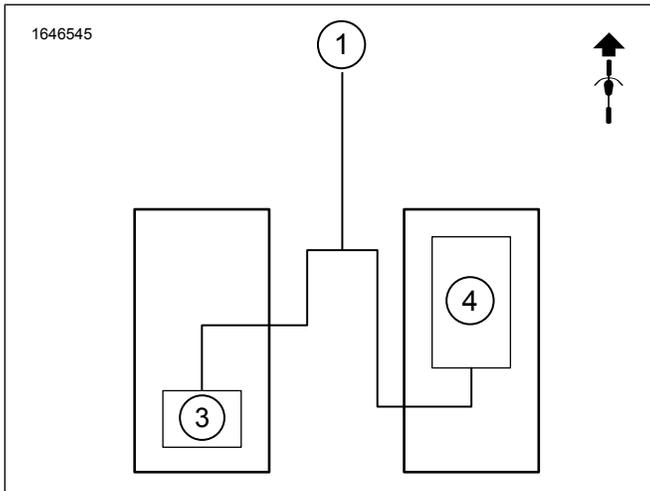
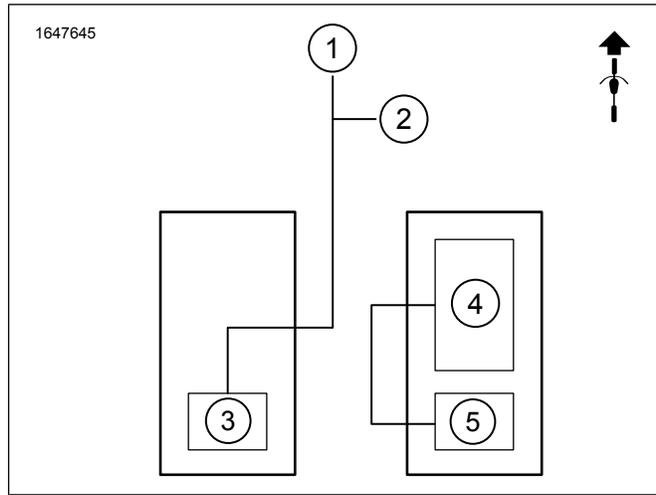
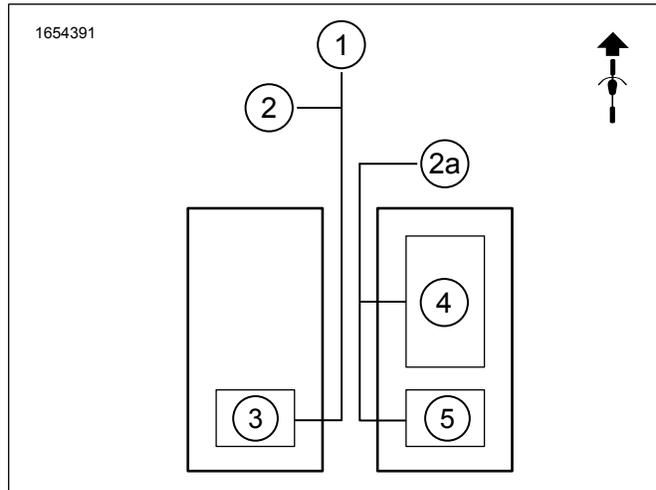
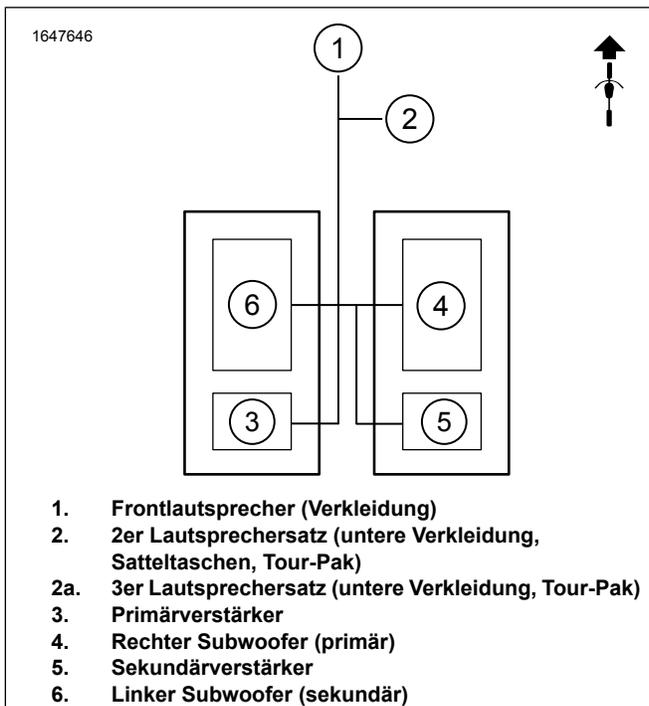

Abbildung 3. Einzel-Subwoofer, Einzel-Verstärker, zwei Lautsprecher
Abbildung 4. Einzel-Subwoofer, Doppel-Verstärker, Vier Lautsprecher
Abbildung 5. Einzel-Subwoofer, Doppel-Verstärker, Sechs Lautsprecher
Abbildung 7. Doppel-Subwoofer, Doppel-Verstärker, Vier Lautsprecher
Siehe Abbildung 3, Abbildung 4, Abbildung 7 und Abbildung 5. Die Subwoofer-Systeme benötigen zwei Kanäle vom Verstärker (Verstärker haben vier Kanäle), daher kann die Installation von primären und sekundären Subwoofer-Sätzen nur mit zwei oder vier Lautsprechersystemen funktionieren. Sechs Lautsprechersysteme werden nur mit dem primären Subwoofer-Satz funktionieren.
- a. Siehe Abbildung 3. Für Setup mit einem Einzel-Subwoofer, Einzel-Verstärker und zwei Lautsprechern. Der Kabelbaumsteckverbinder muss neu verkabelt werden. Siehe Neuverkabelung Kabelbaum 69203031. Wenn der Steckverbinder nicht neu verkabelt wird, gibt es kein Audio. **Hinweis:** Wenn die Satteltaschenlautsprecher nach dem Einbau des Subwoofers hinzugefügt werden, muss die ursprüngliche Konfiguration des Kabelbaums 69203031 verwendet werden. Kabel in Hohlräumen eins und vier.
- b. Primärer Verstärkerkabelbaumanschluss [351A] (audio-out). Siehe Abbildung 3. **Ausgestattet mit einem Einzel-Subwoofer, Einzel-Verstärker, Zwei Lautsprechern.**
- c. Sekundärverstärker-Kabelbaumsteckverbinder [352A_1] oder [352A_2] (Audio-Out). Siehe Abbildung 4. **Ausgestattet mit einem Einzel-Subwoofer, Doppel-Verstärkern, Vier oder Sechs Lautsprechern.**